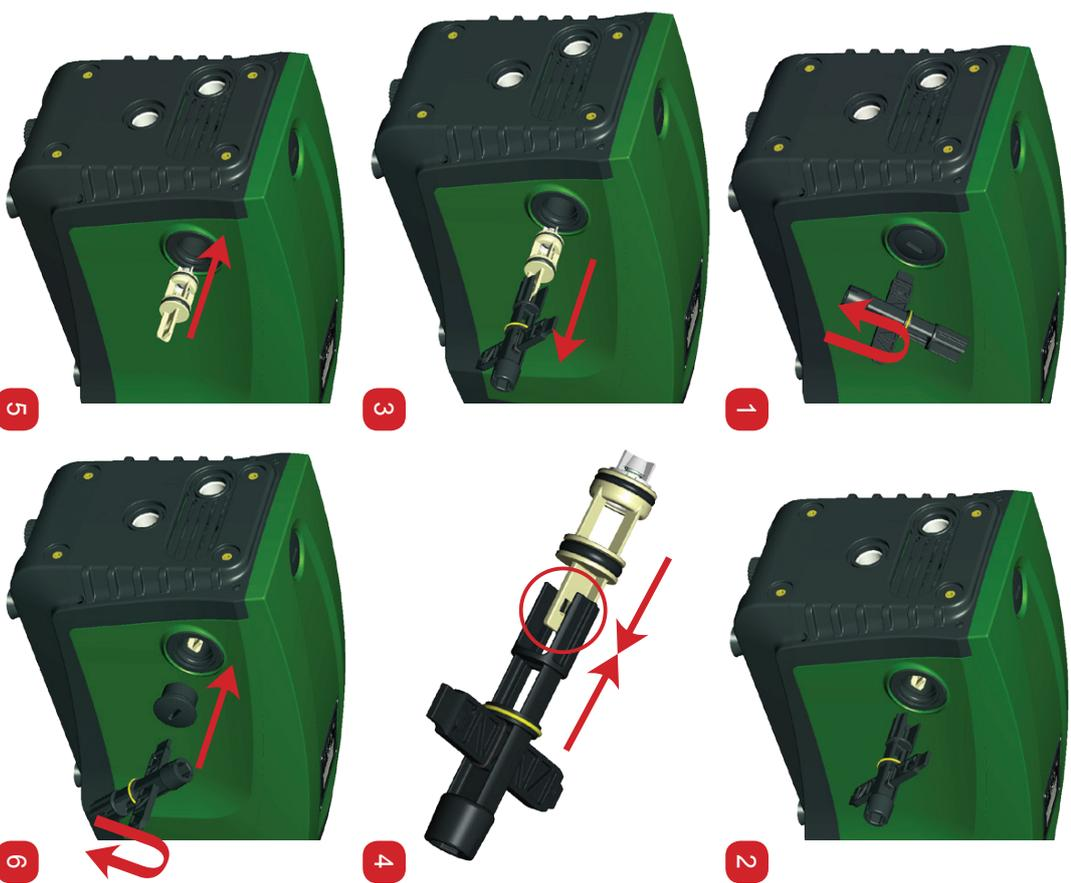

Abbildung 29
- 1- Zugangsdeckel am Ventil entnehmen (Abb.29)
- 2- Kreuzschlüssel am Ende „F“ (Abschn. 10.1) so einstecken, dass die gelochte Zunge mit den Schnappnägeln eingehakt wird (Abb.29)
- 3- entnehmen ohne zu drehen; der Vorgang kann eine gewisse Kraft verlangen Es wird eine Kartusche entnommen, die ebenfalls das zu wartende Ventil enthält. Die Kartusche bleibt auf dem Schlüssel (Abb.29)
- 4 - Die Kartusche vom Schlüssel nehmen: Durch gegenseitiges Drücken werden die Nägel freigegeben und die Kartusche kann seitlich herausgezogen werden (Abb.29)
- 6- Die komplette Kartusche erneut in ihre Aufnahmestelle legen: Der Vorgang verlangt die notwendige Kraft für das Zusammendrücken der beiden O-Ring-Dichtungen Eventuell das Ende „D“ des Kreuzschlüssels als Drücker zuhilfe nehmen. Nicht das Ende „F“ benutzen, da die Nägel ansonsten erneut in der Zunge der Kartusche einrasten, ohne gelöst werden zu können (Abb.29).
durch die Verschraubung des Deckels (Abb. 29).
- 1 - Den Zugangsdeckel an der Motorwelle wie in Abb. 29 dargestellt entfernen